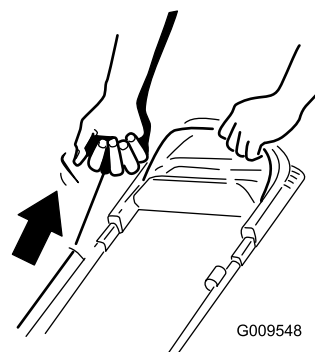

Figura 21
2. Tire de la cuerda de arranque (Figura 21).
Nota: Cuando tire del arrancador de retroceso, tire suavemente hasta que note resistencia; luego tire con fuerza (Figura 21). Deje que la cuerda vuelva lentamente al manillar.